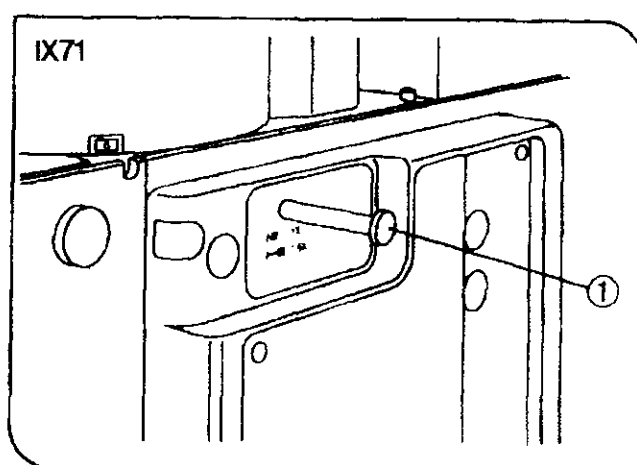

图 10
#### (3) 改变放大倍率 (仅适用于 IX71) (图 10)